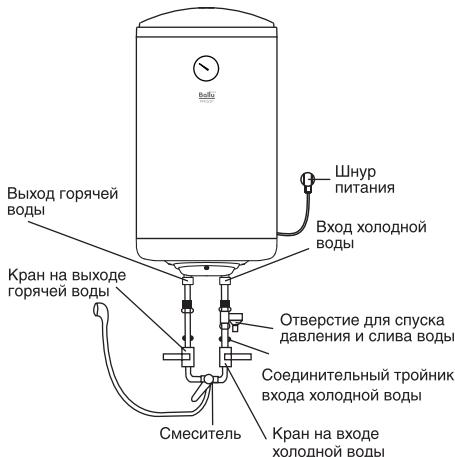

Рис. 6
5. Если необходимо реализовать многоканальную систему водоснабжения, используйте способ соединения (см. рис. 6 и 7).